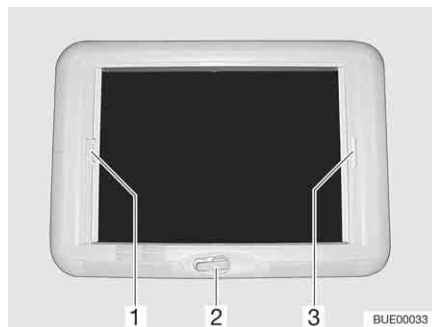

Fig. 91 Lanterneau à manivelle
Ouvrir : ■ Tourner la manivelle (Fig. 91,2) jusqu'à ressentir une résistance.
Fermer : ■ Tirer la poignée du dispositif occultant plissé (Fig. 91,3) et le relâcher lorsqu'il a atteint la position voulue. Le dispositif occultant plissé reste alors à cette position.
- Tirer sur la poignée (Fig. 91,1) de la moustiquaire jusqu'à toucher la poignée du dispositif occultant plissé (Fig. 91,3) située vis-à-vis et la faire s'enclencher.
- Appuyer sur la poignée de la moustiquaire (Fig. 91,1) vers l'arrière et le haut et décrocher la moustiquaire du dispositif occultant plissé (Fig. 91,3).